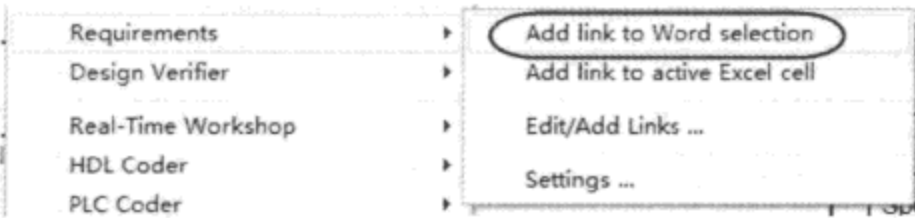

图 9.4.11 建立关联
- (1) 在需求文档中,选中需要建立关联的主题词;例如选中 1. Control Signal Input。
- (2) 右击需要建立关联的模块,如 Control Signal Input 子系统模块,选择菜单项 Tools → Requirements → Add link to Word selection,如图 9.4.11 所示。